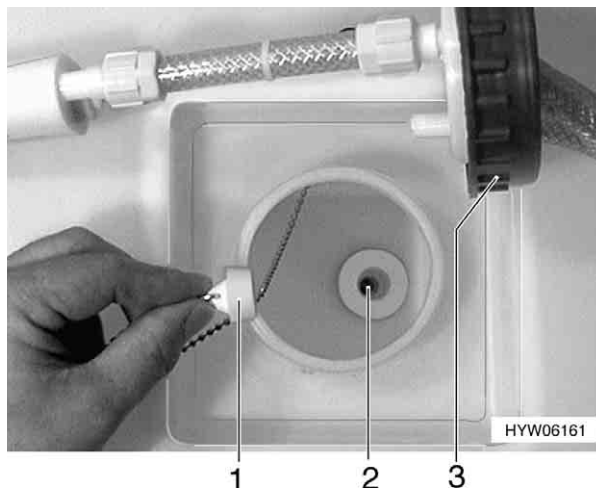

Fig. 106 Serbatoio dell'acqua, tappo di chiusura
- Aprire il coperchio (Fig. 106,3) del serbatoio dell'acqua.
- Chiudere l'apertura di scarico (Fig. 106,2) nel serbatoio dell'acqua con il tappo di chiusura in dotazione (Fig. 106,1).